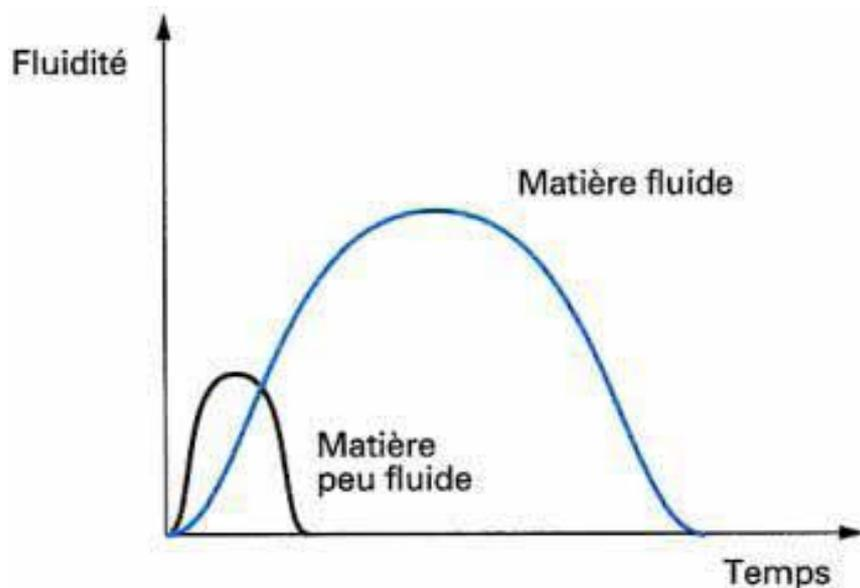

Figure 2 – Variation de la fluidité des matières thermodurcissables en fonction du temps, à température constante
- La notion de **temps** intervient donc dans **l'évolution de la fluidité** (figure 2)